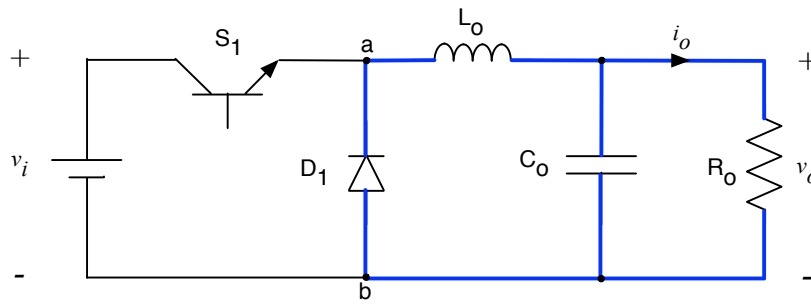

Figura 9 – Segunda etapa de operação do conversor Buck.
- Segunda etapa ($D \cdot T_s$ até T_s) - o interruptor S_1 está bloqueado, isto é, aberto e o diodo D_1 está conduzindo. A tensão após o interruptor (v_{ab}) é zero (considerando o diodo ideal com $V_D = 0$). A carga é alimentada pelo capacitor de saída C_o . A corrente no indutor L_1 decresce, ou seja, a energia armazenada no mesmo é transferida para a saída (C_o e R_o). Esta etapa é mostrada na Figura 9.